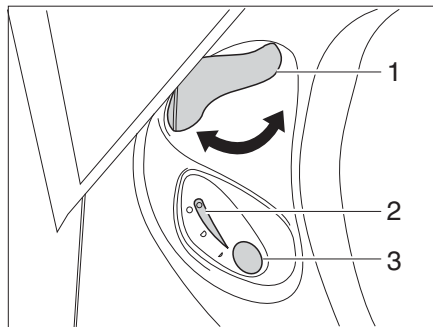

Bild 152 Reglage Thetford-toalett
- Öppna spjället på Thetford-toaletten före spolning. Därtill vrids spjällspaken (Bild 152,1) moturs.
- För att spola, tryck på den blå spolknappen (Bild 152,3).
- Efter spolning stängs spjället. Därtill vrids spjällspaken (Bild 152,1) medurs.
Kontrolllampan (Bild 152,2) lyser när Thetford-kassetten måste tömmas.
- Spjällspaken (Bild 152,1) vrids medurs. Spjället stängs. För att kunna tömma toaletten **måste** spjället vara stängt i Thetford-toaletten.